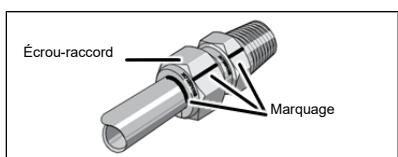

Fig.19 Marquage des capuchons vissés
2. Uniquement pour les pompes à deux têtes : démontez le raccordement pneumatique entre les têtes de pompe ; pour cela, marquez les capuchons vissés selon le Fig. 19 et desserrez les capuchons vissés.
3. Marquez le couvercle de la tête (1), la culasse (13) et le carter (11) avec un trait de feutre continu. On évite ainsi de monter les pièces de façon incorrecte lors d'un montage ultérieur.
4. Desserrez les six vis à six pans creux (15) avec la clé Allen dans le sens anti-horaire ; retirez le couvercle de la tête (1) et la culasse (13).
Pour ce faire, serrez les capuchons vissés légèrement au-dessus de leur position initiale (comme marqué lors du démontage, voir Fig. 19).